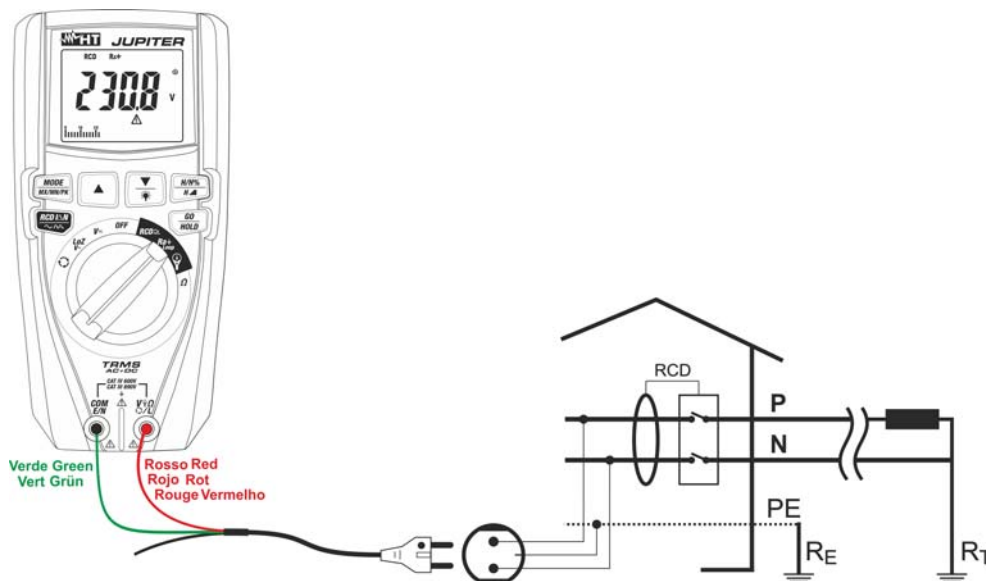

Abb. 17: Verwendung des Geräts zur Messung der Schleifenimpedanz mit Schuko Kabel
5. Falls das Kabel mit dem Schuko Eurostecker benutzt wird, verbinden Sie den roten Leiter mit der Eingangsbuchse **V $\Omega$ L** und den grünen Leiter mit der Eingangsbuchse **COM/E/N**, und verbinden Sie das Gerät mit dem zu messenden Stromkreis (siehe Abb. 17). Der Spannungswert zwischen Phase-Erde erscheint auf dem Display.